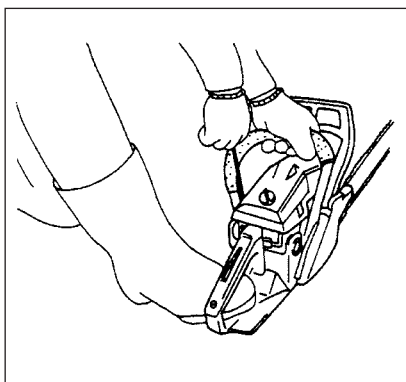

Рис. 2-4
3. Медленно потянуть возвратный стартер, пока Вы не почувствуете сопротивление сжатию и затем быстро дернуть его, крепко удерживая рычаг в руке и не позволяя ему защёлкнуться назад. (Рис. 2-4)